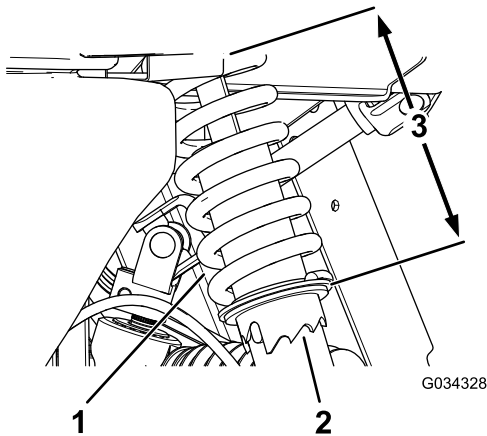

Figura 45
1. Usando la herramienta Toro número 6010, gire el collarín del amortiguador para variar la longitud del muelle (Figura 45).